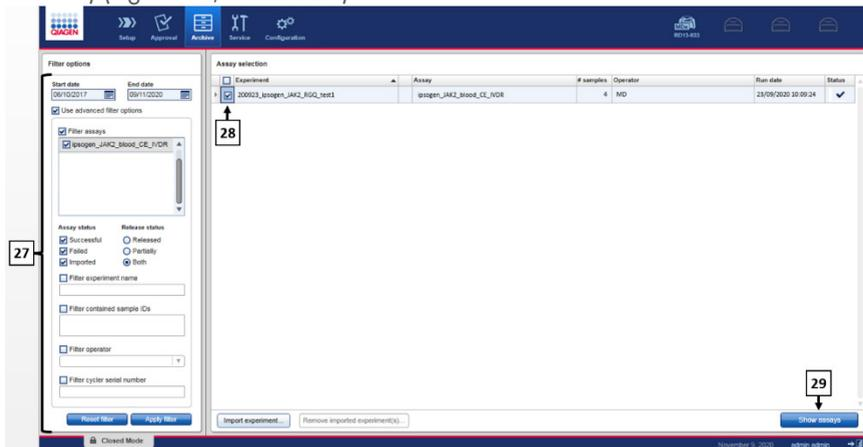

Figura 21. Ambiente Archive (Archivio) 27: Filter options (Opzioni di filtro). 28: Assay selection (Selezione esame). 29: Pulsante Show assays (Mostra esami).
- Fare clic sulla scheda Archive (Archivio) per esportare il file in formato .rex, corrispondente ai dati non elaborati. Trovare il proprio esperimento usando le opzioni di filtro (Figura 21, numeri 27 e 28) e fare clic su "Show assays" (Mostra esami) (Figura 21, numero 29).